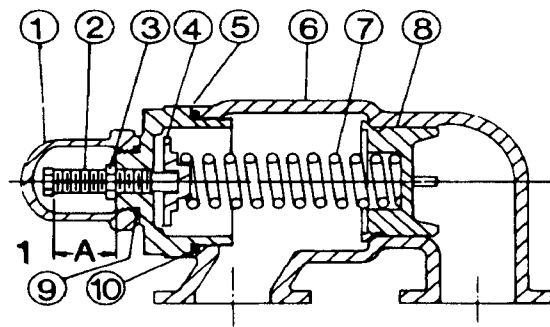

ABBILDUNG 21
2. Die Gewindelänge der Stellschraube messen und notieren. Siehe Maß „A“ in **Abbildung 21 auf Seite 12**.